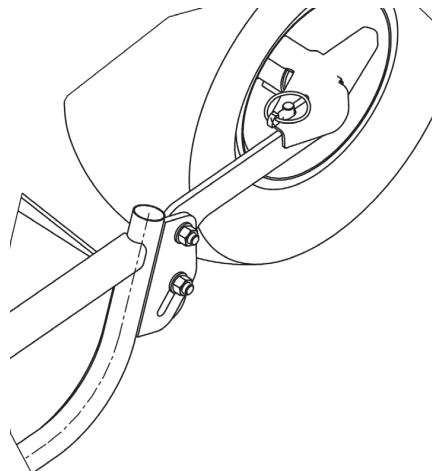

Abb. 4
- 4) die Schnellverschlüsse sichern (Abb.4)